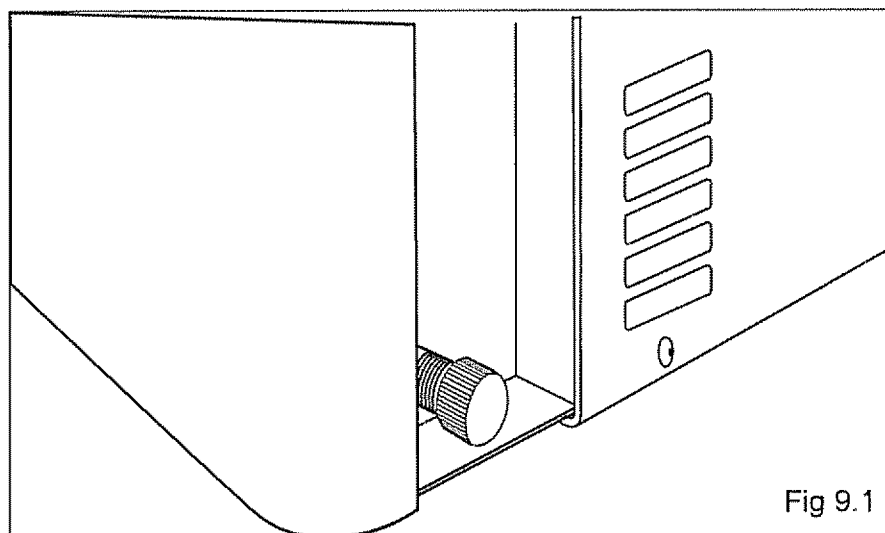

Fig 9.1
- Retirez les capuchon et bouchon de vidange (comme montré à la fig 9.1).